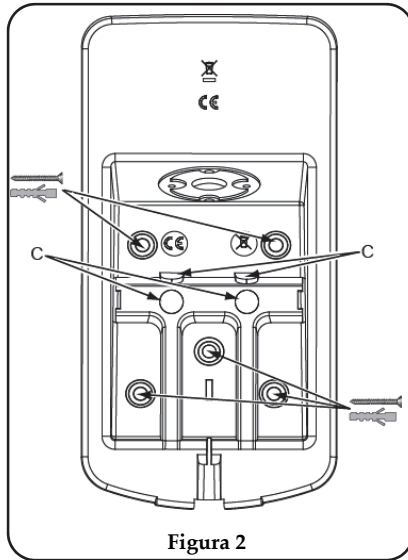

Figura 2
2. Abra os 5 furos do suporte de parede e use-os como modelo para montagem (ver Figura 2).
3. Passe a fiação externa através do canal do cabo na parte traseira do suporte de parede (ver Figura 2).